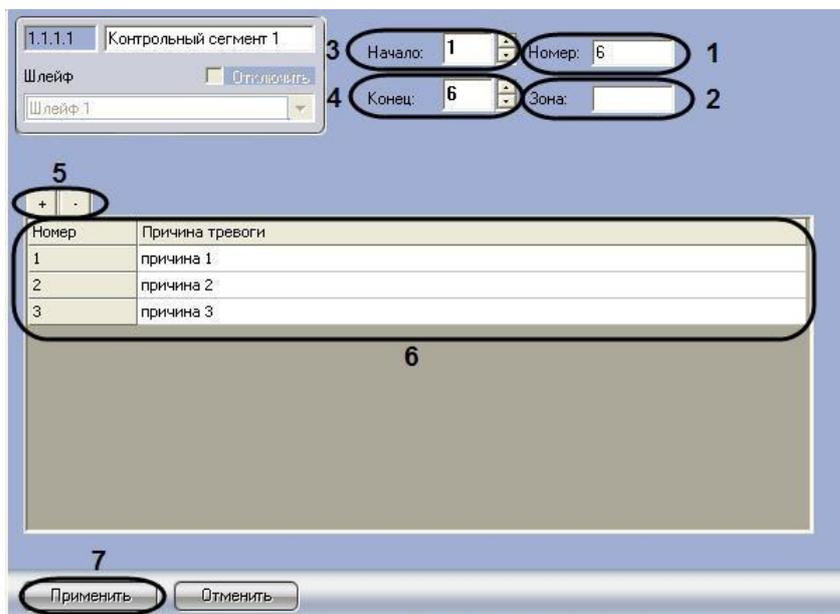

Рис. 2.8-2. Настройка контрольного сегмента
1. Перейти на панель настройки объекта **Контрольный сегмент** (Рис. 2.8-2).
2. В поле **Номер** ввести номер контрольного сегмента кабеля, заданный при настройке системы *Stratum* в программе «Site Manager» (см. Рис. 2.8-2, 1).
3. В случае если контрольный сегмент принадлежит зоне регистрации, в поле **Зона** ввести номер соответствующей зоны (см. Рис. 2.8-2, 2).
4. В поле **Начало** ввести с помощью кнопок **вверх-вниз** номер субъчейки, соответствующей ключевой точке, в которой начинается контрольный сегмент (см. Рис. 2.8-2, 3).
5. В поле **Конец** ввести с помощью кнопок **вверх-вниз** номер субъчейки, соответствующей ключевой точке, в которой заканчивается контрольный сегмент (см. Рис. 2.8-2, 4).
6. Задать возможные причины тревожных событий на контрольном сегменте. Для добавления причины в таблицу используется кнопка +, для удаления – кнопка - (см. Рис. 2.8-2, 5).
7. После добавления причины в таблицу ввести ее описание в столбец **Причина тревоги** (см. Рис. 2.8-2, 6).
8. Для сохранения внесенных изменений нажать кнопку **Применить** (см. Рис. 2.8-2, 7).